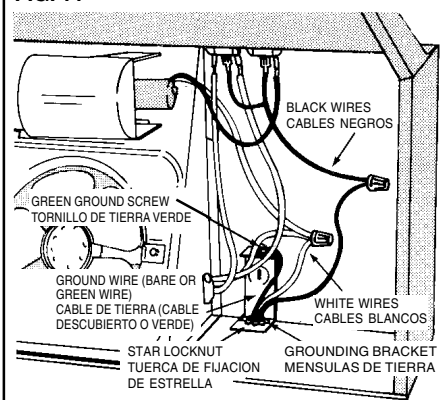

FIG. 12
- Install light (75 Watt maximum). For easier installation, squeeze plastic lens and remove it from hood. Remember to reinstall lens. (FIG.12)
8. Instale el foco (máximo 75 watts). Para lograr una instalación más sencilla, presione los protectores plásticos y retirelos del extractor. Recuerde reinstalar los protectores. (FIG. 12)